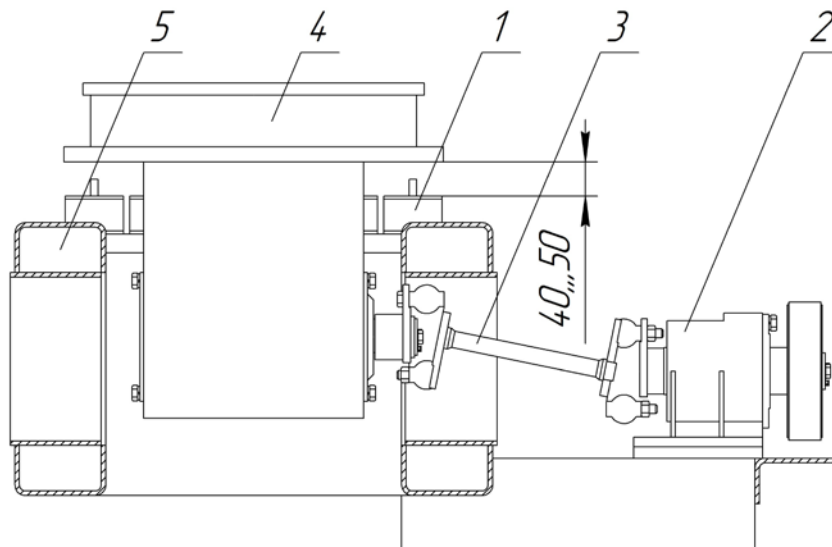

Рисунок 12. Проверка подушек вибростола.
5. с помощью любого грузоподъемного механизма приподнять вибростол 4 (рисунок 12) над подушками (примерно на 50 мм). При этом сохраняется шарнирная связь вибростола с блоком синхронизации 2 через валы 3;